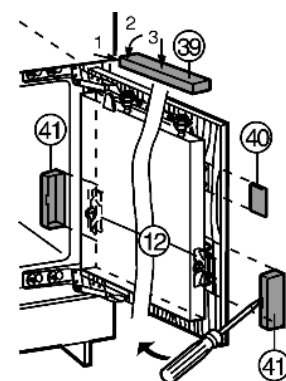

Fig. 25
- ▶ Øvre afdækning *Fig. 25 (39)* sættes på og fastgøres.
- ▶ Afdækning i siden *Fig. 25 (40)* sættes på, skubbes op til anslaget og trykkes så fast, indtil den hørbart falder i hak.
- ▶ Afdækninger *Fig. 25 (41)* skubbes på i siden, herefter trækkes de frem med en skruetrækker, så de falder godt i hak.